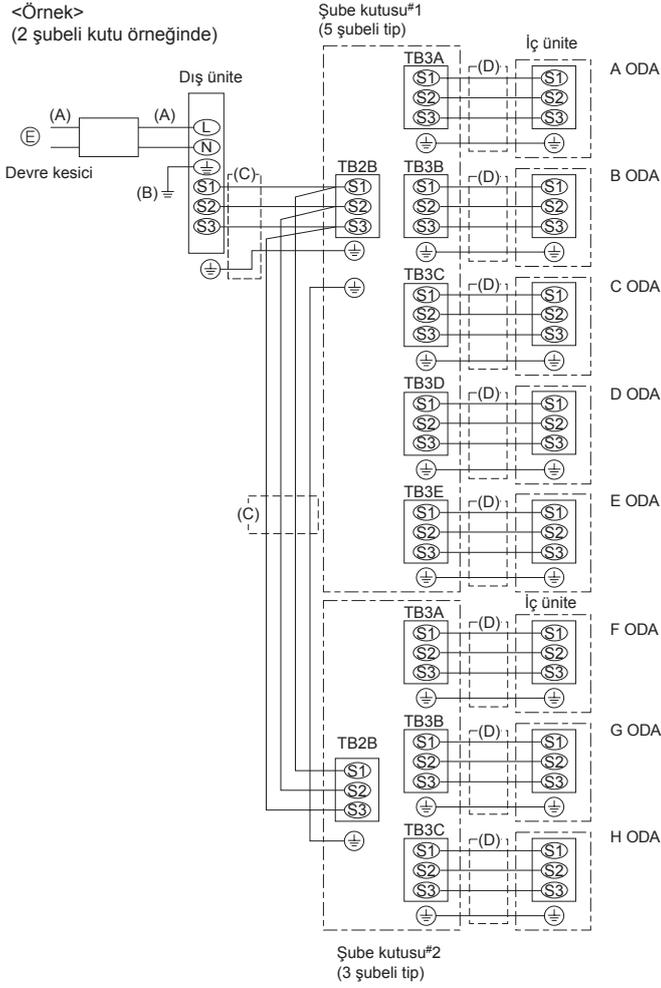

Fig. 9-6
9.2. Harici kablo bağlantısı prosedürü (Fig. 9-6)